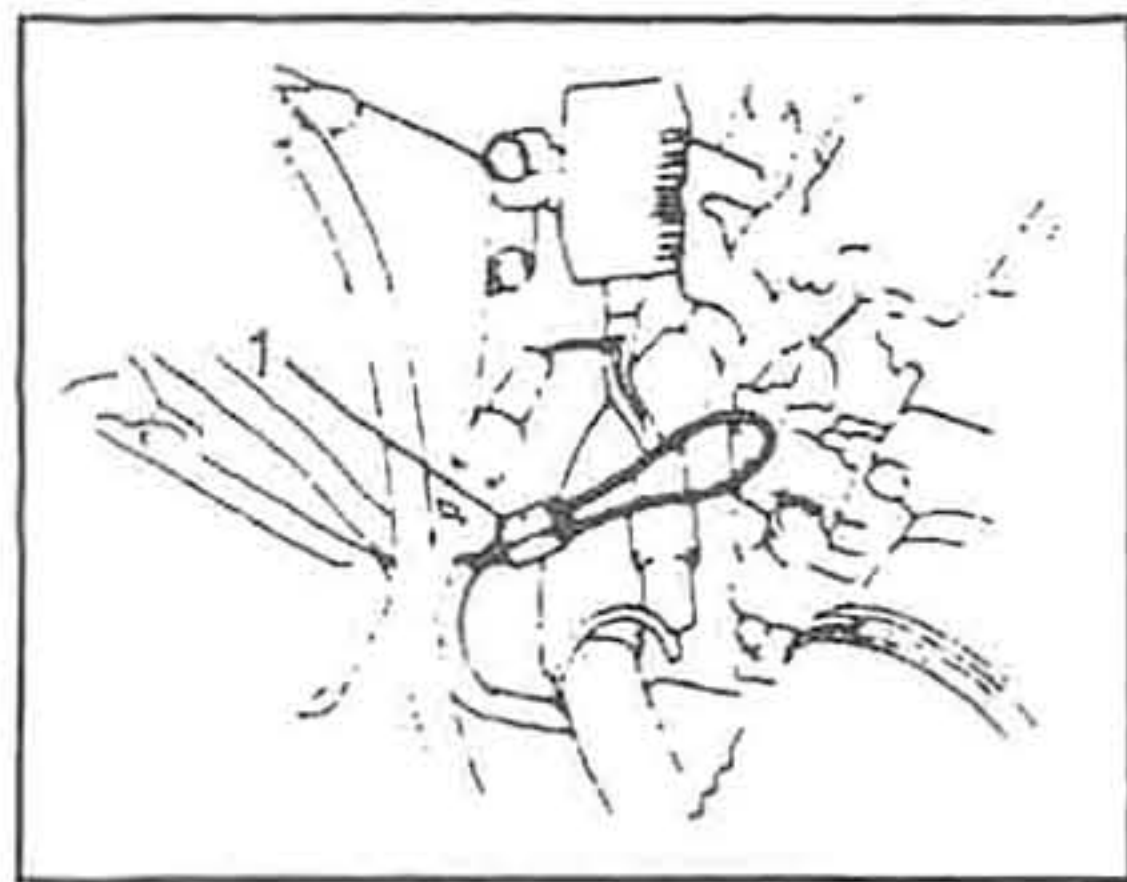

Рис. 207
вой прокладкой. Подсоедините разъемы всех элементов. Установите впускную воздушную камеру. Подсоедините массовый провод аккумулятора. Проверьте соединения на наличие утечки. Для этого снимите заглушку контрольного разъема топливного насоса (1), закоротите выводы разъема и включите зажигание (рис. 207).